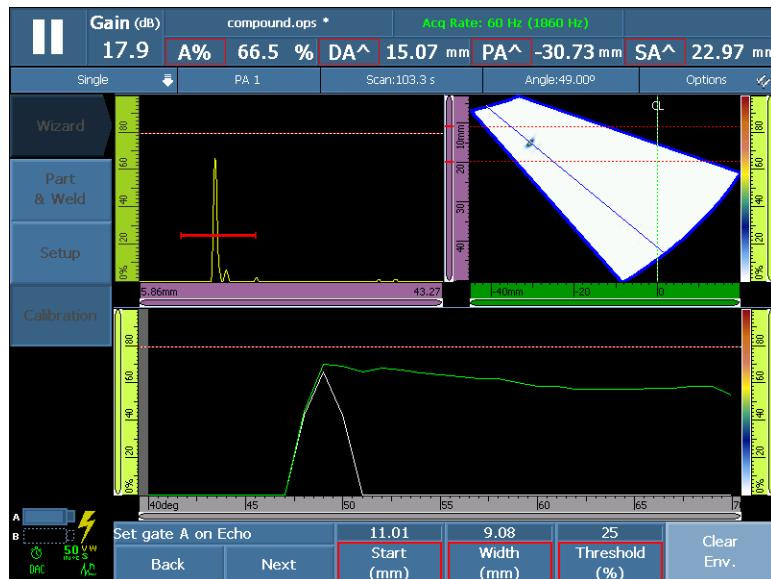

Рис. 5-19 Установите Строб А на эхо-сигнал для группы ФР
- (2) Нажмите **Кол-во кривых**, чтобы задать количество кривых ОЭПО. Для стандартизованных кривых ОЭПО это неизменяемый параметр.
- a) Задайте значения **Начало** и **Ширина** для строба А. Сигнал от первого отражателя должен пересекать строб в середине, а строб должен быть достаточно широким для охвата всего сигнала (см. **A-скан** на Рис. 5-19 на стр. 145).
- b) Настройте значение **Порог** таким образом, чтобы сигнал пересекал строб на каждой апертуре, как в зоне Калибровка: DAC Рис. 5-19 на стр. 145 на .